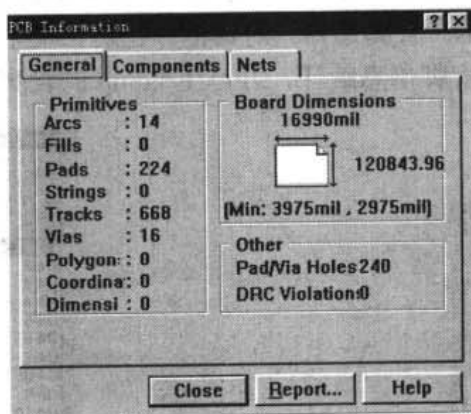
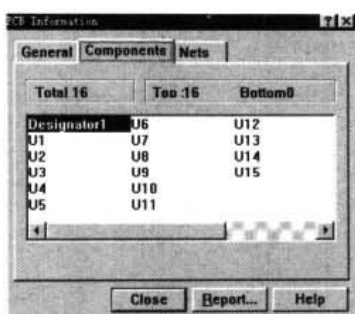
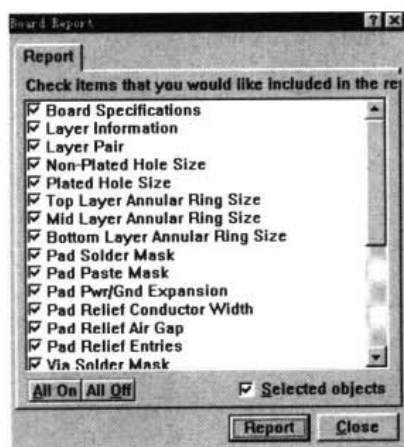

图 18-3 PCB Information (PCB 板信息) 对话框
图 18-4 Components 选项卡
图 18-6 Report 选项卡
- (1) 执行菜单命令 Report | Board Information，弹出如图 18-3 所示的 PCB Information (PCB 板信息) 对话框。在此对话框中可设置电路板的一般信息，包括电路板的尺寸、过孔及焊点的数量等。
- (2) 单击图 18-3 中的 Components 选项卡，设置需要显示元件的封装、编号等，如图 18-4 所示。
- (4) 单击图 18-3 中的 Report 按钮，弹出如图 18-6 所示的 Board Report 对话框，在对话框中，选择需要产生报告的项目。